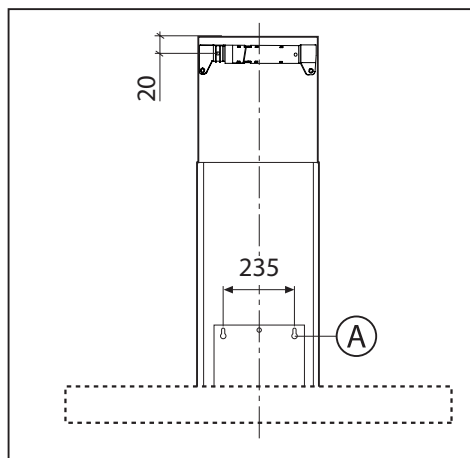
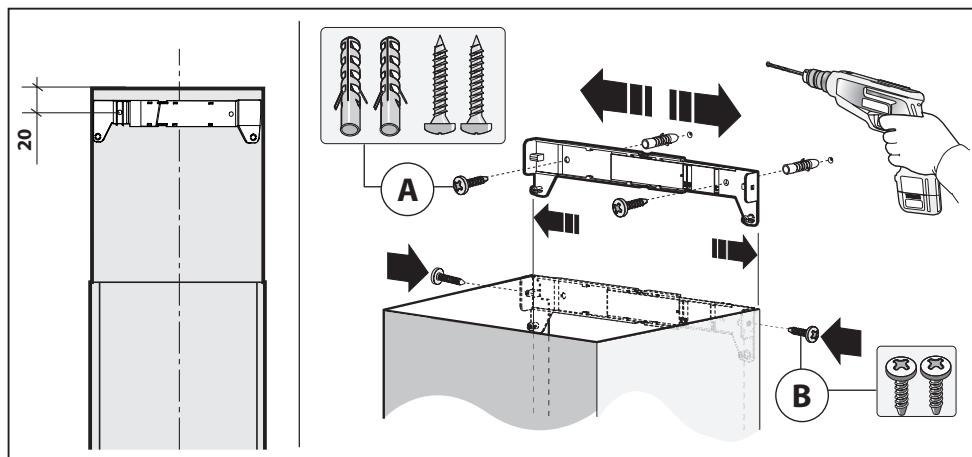

Fig.2
Fig.4
- Unter Einhaltung der angegebenen Maße die Löcher **A** bohren (Abb.2).
- Die Breite des Haltebügels des oberen Schachts einstellen (Abb.4).
- Dann anhand der Schrauben **A** (Abb.4) so an der Decke befestigen, daß er mit der Abzugshaube ausgerichtet ist und die in Abb.2 angegebene Entfernung von der Decke einhalten.